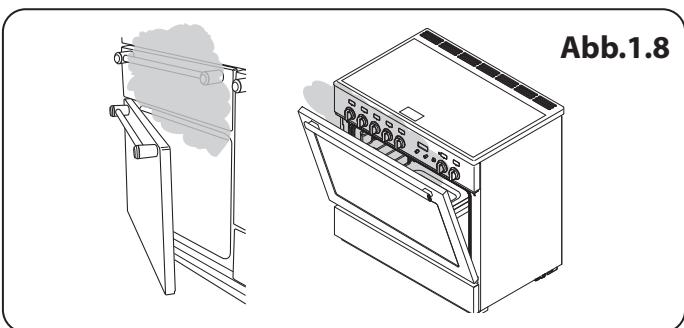

Abb.1.8
- Beim Zubereiten von Speisen mit hohem Feuchtigkeitsgehalt kann ein „Dampfstoß“ auftreten, wenn die Backofentür geöffnet wird. (Abb.1.8). When opening the oven, stand well back and allow any steam to disperse.